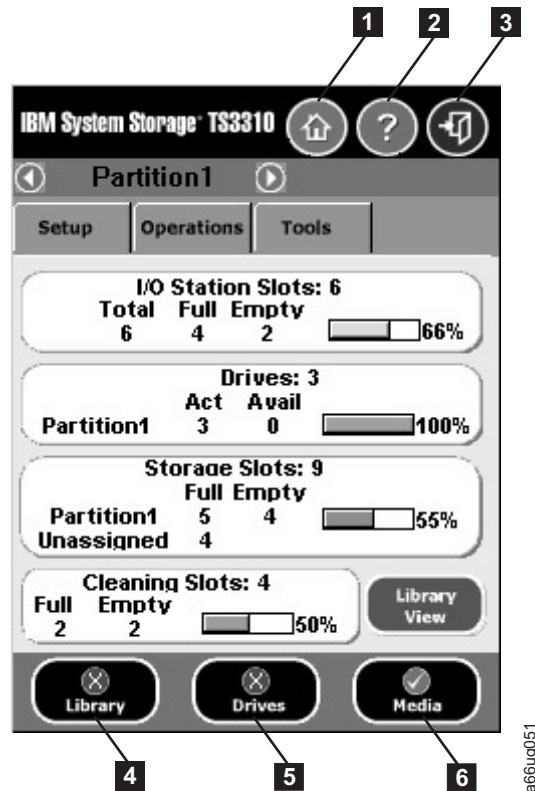

図 5-1. オペレーター・パネルの共通ヘッダー・エレメントとサブシステム状況ボタン
- **Home (ホーム)** (図 5-1 の **1**) - 「Capacity View (容量ビュー)」画面が表示されます。これは、「Library View (ライブラリー・ビュー)」画面とトグルされます。
- **Help (ヘルプ)** (図 5-1 の **2**) - 関連ページに関するコンテキスト・ヘルプ
- **Logout (ログアウト)** (図 5-1 の **3**) - ログアウトできます。
- **Library (ライブラリー)** (図 5-1 の **4**) - ライブラリー・メニュー選択画面を開いた後、ライブラリーのオペレーター介入画面を表示します。
- **Drives (ドライブ)** (5-2 ページの図 5-1の **5**) - ドライブのオペレーター介入画面を開きます。
- **Media (メディア)** (5-2 ページの図 5-1の **6**) - メディアのオペレーター介入画面を開きます。